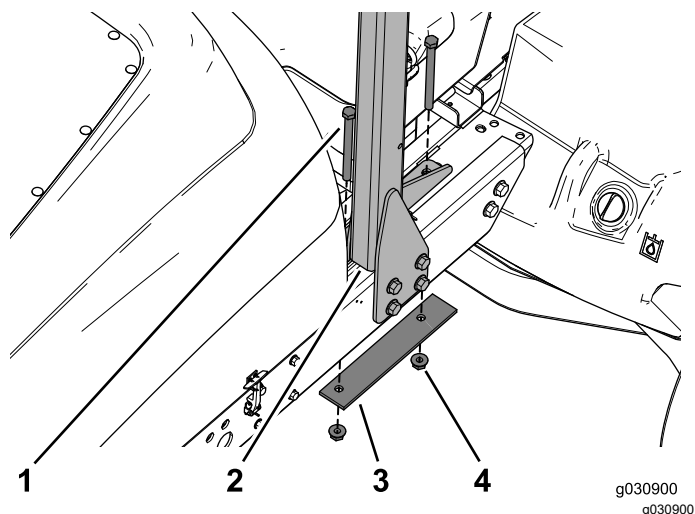

Figura 7
6. Retire a placa de reforço e o compartimento da bateria para permitir retirar os dois parafusos, a placa de reforço e as duas porcas flangeadas que prendem a barra de segurança à parte superior da estrutura (Figura 7). Coloque-os de lado.